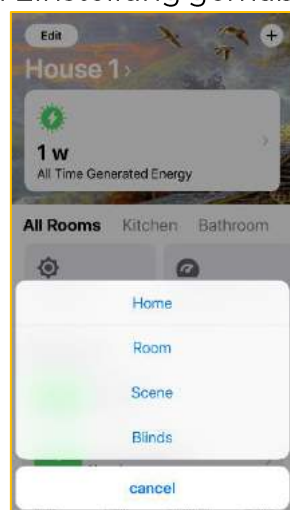

Abbildung 44
10.10.2. Im angebotenen Menü **Scene** auswählen (Abb. 44).